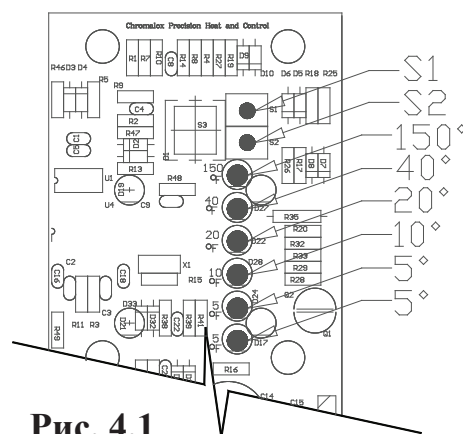

Рис. 4.1
2. Найдите кнопки S1 и S2 на обратной стороне панели управления (см. рисунок 4.1).